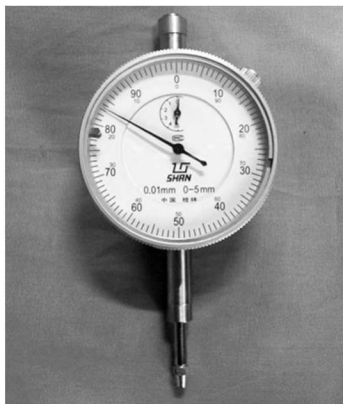

图 1-12 百分表的结构
(1) 测量一些小尺寸。
(2) 测量工件的几何形状误差和位置误差，其结构如图 1-12 所示。